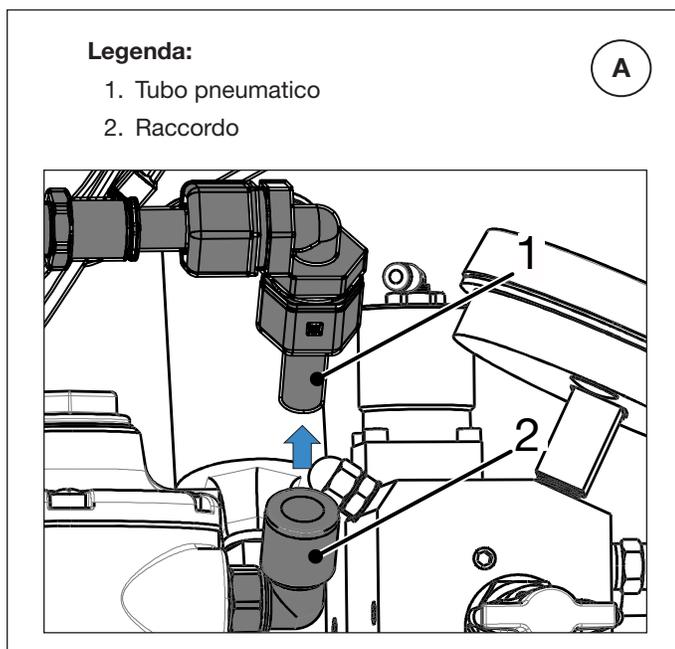
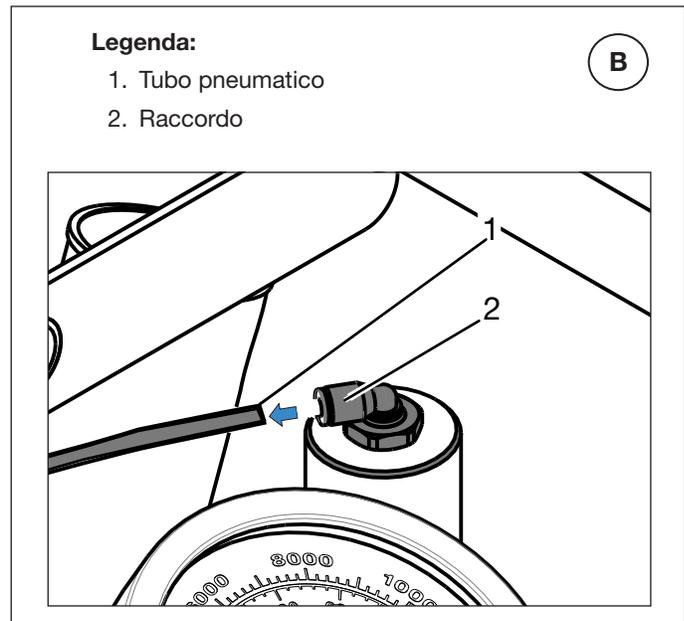

Figura 11: Scollegamento del tubo dell'aria - Punto A
Figura 12: Scollegamento del tubo dell'aria - Punto B
3. Scollegare i tubi pneumatici della pompa nei punti "A" e "B" come mostrato in Figura 11 e Figura 12.
13. Ricollegare i tubi pneumatici della pompa. Vedere Figura 11 e Figura 12.